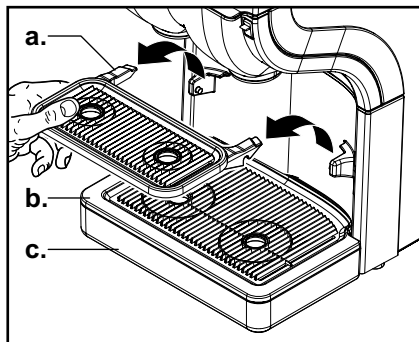

Рис. 32
2. Удалить подставку для чашек (а.), каплесборную решетку (б.) и каплесборный поддон (с.). (Рис. 32)